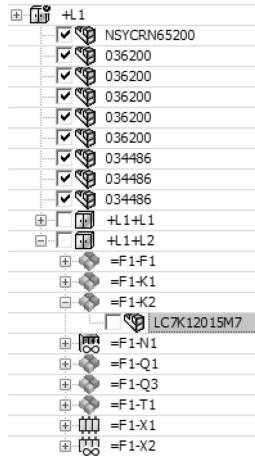

图 13-1 展开文件
**步骤2 插入自文件 展开位置【L2-Chassis】和设备【=F1-K2】，如图 13-1 所示。右击【LC7K12015M7】，选择【插入自文件】。浏览到文件夹 Lesson13 \ Case Study，选择 LC7K12015M7.SLDPRT，单击【打开】。**